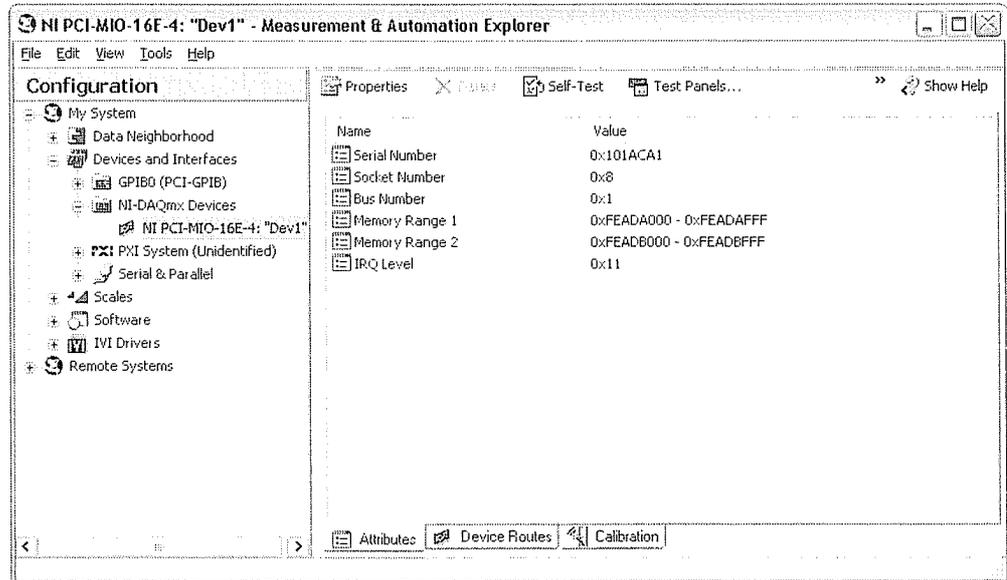

Figura 8-4. MAX con el dispositivo y las interfaces expandidas
5. Seleccione el dispositivo que aparece en la sección **NI-DAQmx Devices** que está conectado a su máquina. La figura 8-4 muestra el dispositivo PCI-MIO-16E-4.